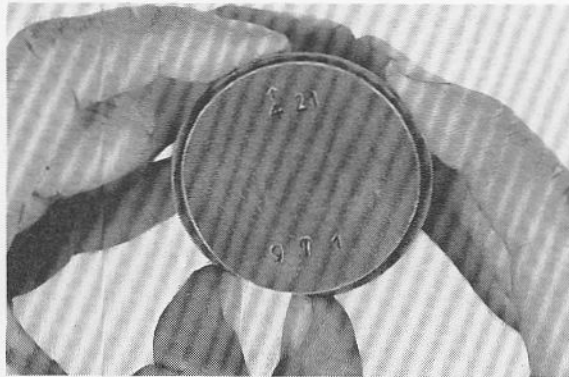

Fig. 3-3-14
- a. Put your thumb at each end of the piston ring and pull the piston ring ends apart. Remove the ring by moving the ring off the piston at the side opposite the ring ends. (Fig. 3-3-14)
- a. Mettre les pouces de chaque côté du segment de piston et tirer celui-ci à ses extrémités. (Fig. 3-3-14)